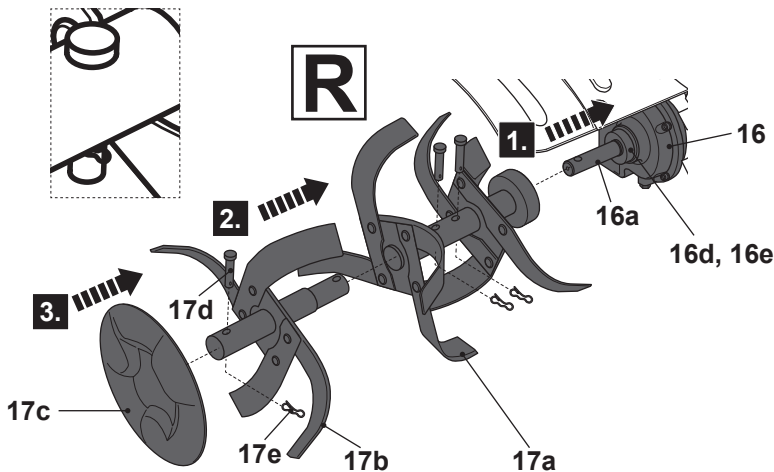

Fig. 1
- > Asegure la conexión con el perno (17d) y el clip (17e) (Fig. 1, paso 1).
- > Asegure la conexión con el perno (17d) y el clip (17e) (Fig. 1, paso 2).
- > Asegure la conexión con el perno (17d) y el clip (17e) (Fig. 1, paso 3).